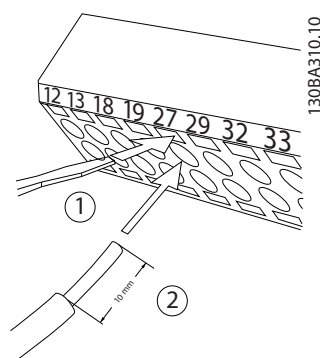

図 2.13 コントロール配線の接続
1. 図 2.13 で示されるように、小型のドライバーを接点の上あるいは下側のスロットに挿入して、接点を開きます。